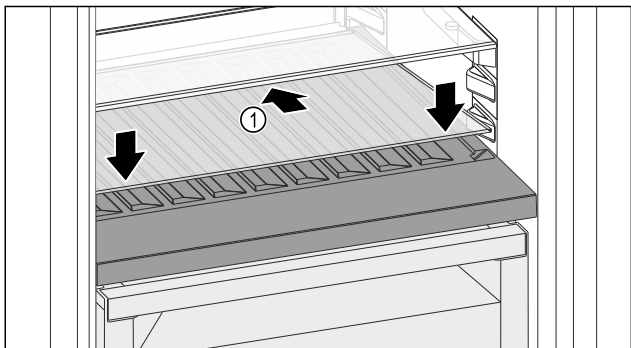

Fig. 126
- ▶ Вставьте стеклянную пластину Fig. 126 (1) наискосок и с уклоном назад вниз.
- ▶ Опустите стеклянную пластину Fig. 126 (1) спереди.